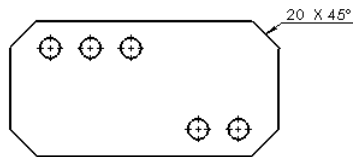

图 6.3.20 “距离×角度”样式
- **1x45°** 按钮: 倒角尺寸样式以“距离×角度”的样式显示, 如图 6.3.20 所示。